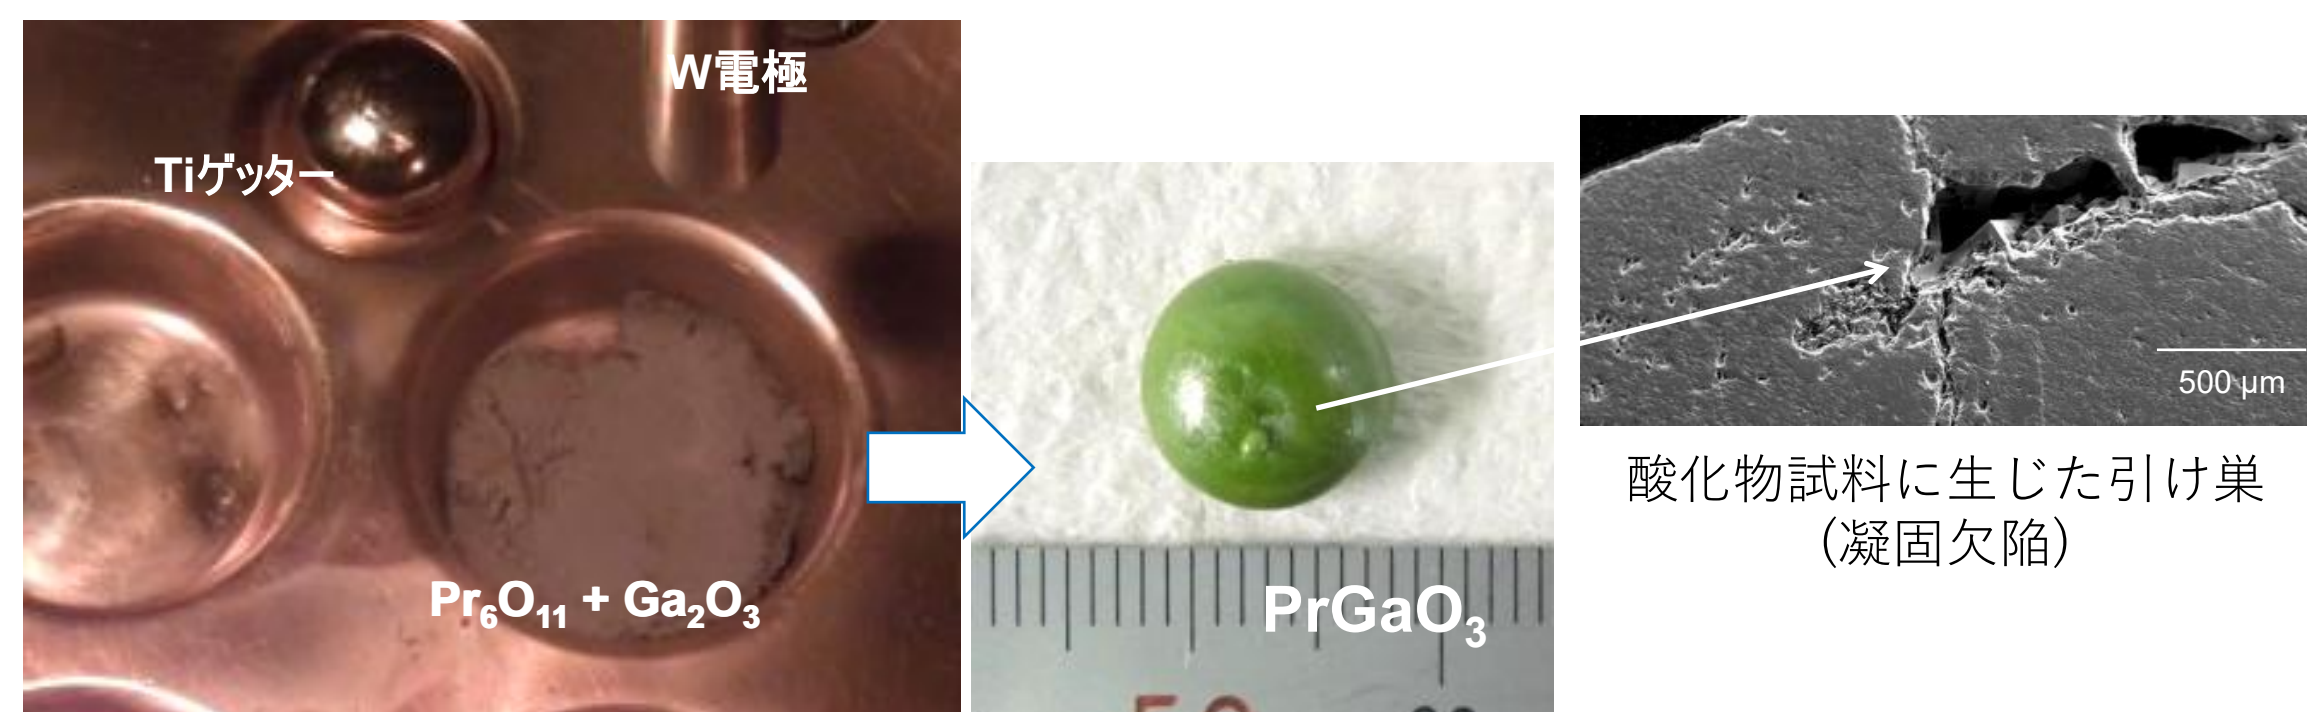

図2 【実験例1】酸化物多結晶PrGaO₃
アーク溶解 実験例紹介（図2, 3）
- ① 主に、**純金属**ならびに**合金の溶製**が可能です。
- ② 酸化物等の**非金属化合物の溶製も物質**によって可能です(図2)。
- ③ **高融点金属の溶解**に威力を発揮します。
- ④ アーク溶解で作製する合金は、一般的には溶融-急冷-凝固により多結晶ですが、**横型帯域溶融アーク炉**は水平方向に伸長したハースを5~60 mm/hの速度で自動送りすることで、粗大結晶や単結晶の溶製が可能です。